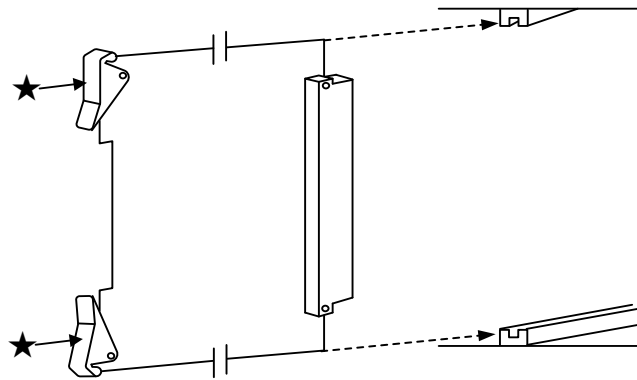

図17. 差し込み基板の挿入
1. 図17のようにプリント板のエッジと上下のガイドレールの溝に沿って軽く押し込み、コネクタが確実に接続するまで(コネクタ接触時、抵抗を感じる)カードプラ★印部分等を使って押し込みます。